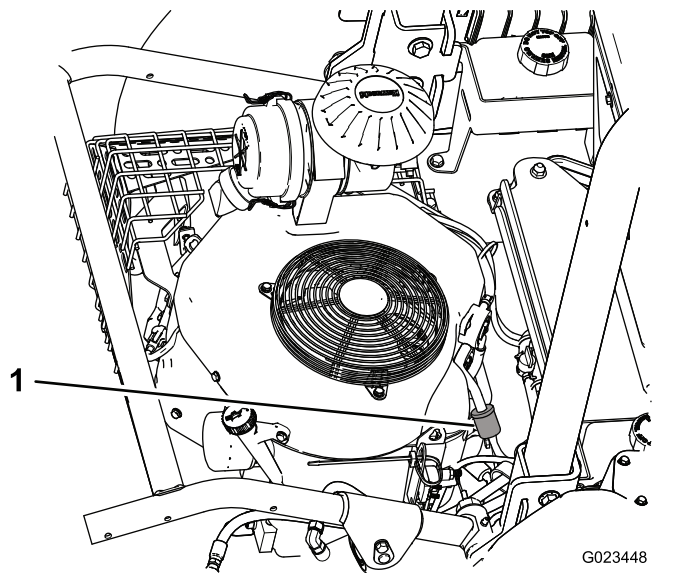
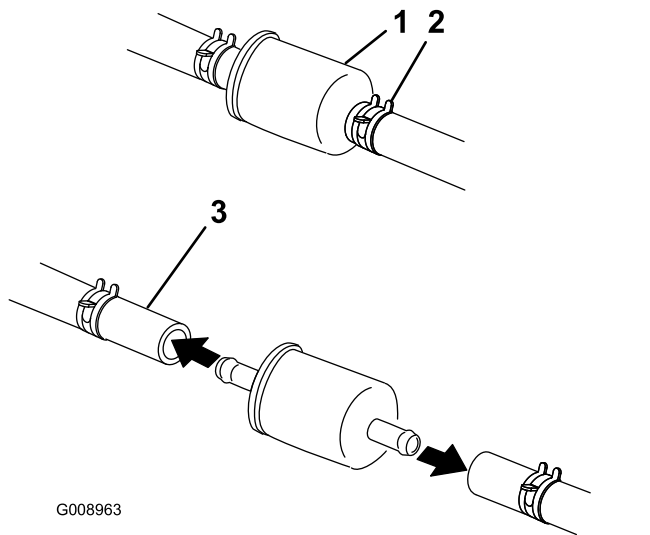

图47
图48
2. 拧松过滤器化油器侧的软管夹，从过滤器上取下燃油管线 (图47 和 图48)。